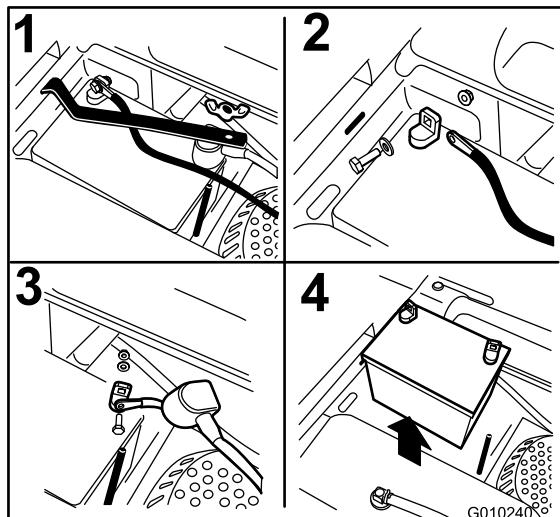

Figura 46
3. Retire la tuerca de orejeta que sujeta la abrazadera de la batería (Figura 46).
4. Retire la abrazadera (Figura 46).
6. Retire la cubierta de goma roja del borne positivo (rojo) de la batería y retire el cable positivo (+) (rojo) (Figura 46).
1. Coloque la batería en la bandeja con los bornes en el lado opuesto del depósito de combustible (Figura 46).
4. Fije los cables con 2 pernos, 2 arandelas, y 2 contratuerzas (Figura 46).
6. Instale la abrazadera y sujetela con la tuerca de orejeta (Figura 46).